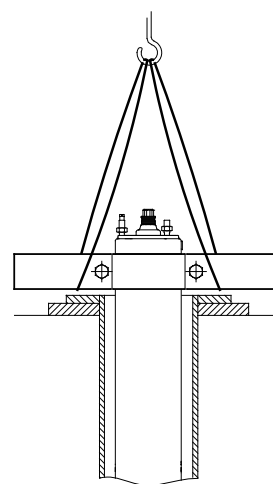

Fig. 20 Moteur en position verticale
2. Placer le moteur à la verticale du joint de forage. Voir fig. 20.